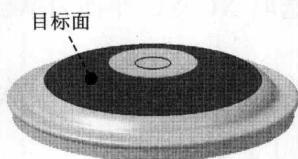

图 1.19 目标面
(2) 此时，在“实体冲压”对话框的 **选择步骤** 选项组中的“目标面”按钮  已处于激活状态，选取图 1.19 所示的面为目标面，单击中键确认。